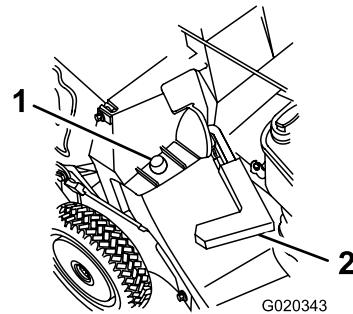

Figura 26
3. Compruebe que el tirador de la puerta de descarga está completamente hacia adelante (Figura 26).
4. Coloque el agujero del armazón de la bolsa sobre el poste de retención del conducto de descarga (Figura 26).
2. Levante el tirador de la puerta de descarga y muévalo hacia adelante para que la clavija salga de la muesca de la bolsa (Figura 26).